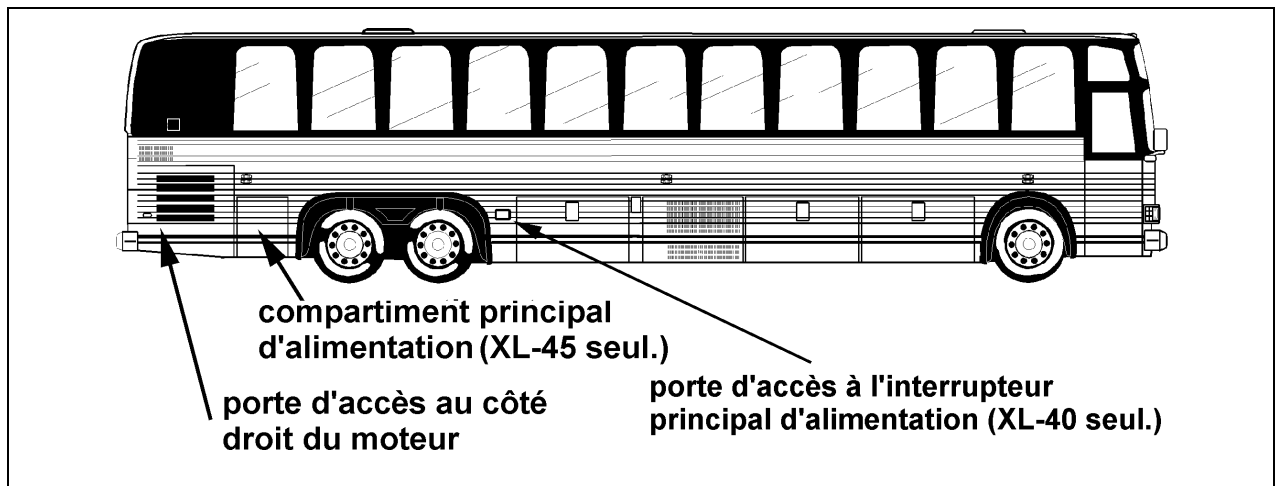

FIGURE 1 : PORTES D'ACCÈS ET COMPARTIMENTS
1. Ouvrir la porte d'accès au côté droit du moteur (figure 1).
5. Couper l'alimentation électrique en mettant l'interrupteur principal d'alimentation en position d'arrêt "OFF". L'interrupteur principal d'alimentation est situé dans le compartiment principal d'alimentation (XL-45) ou près du compartiment à bagages arrière (XL-40) (figure 1).